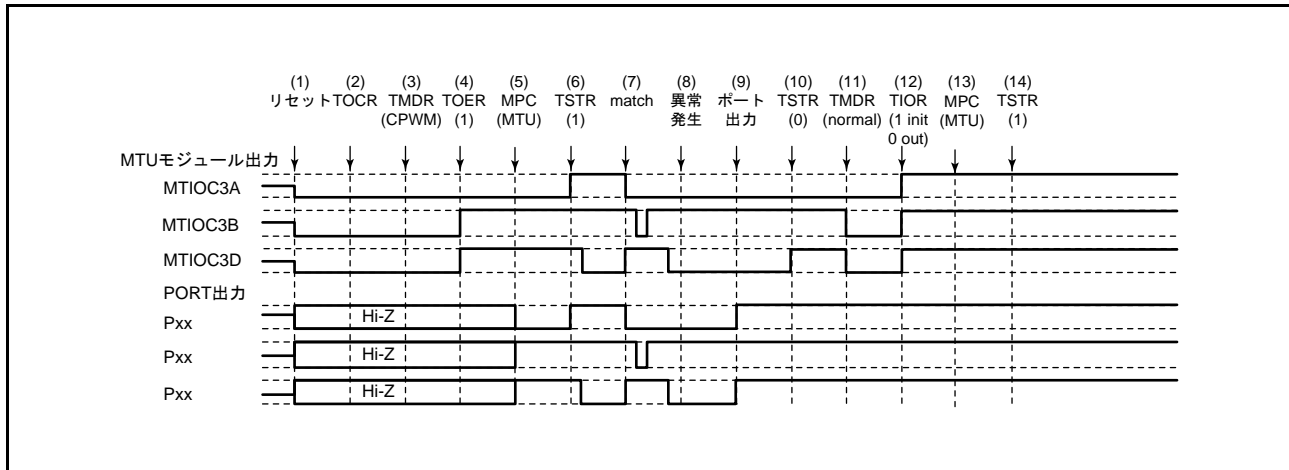

図 22.147 相補 PWM モードで異常が発生し、ノーマルモードで復帰する場合
相補 PWM モードで異常が発生し、再設定後ノーマルモードで再スタートする場合の説明図を図 22.147 に示します。
(1) ~ (10) は図 22.147 と共通です。
(11) PWM モード 1 を設定してください (MTU 出力は Low となります)。
(12) TIOR レジスタで端子を初期化してください。なお、PWM モード 1 では MTIOCnB (MTIOCnD) 端子に波形が出力されません。出力すべきレベルがある場合は、I/O ポートのポート方向レジスタ (PDR)、ポート出力データレジスタ (PODR) で汎用出力ポートの設定をしてください。
(13) MPC と I/O ポートのポートモードレジスタ (PMR) で MTU 出力としてください。
(14) TSTR レジスタで再スタートします。
(23) 相補 PWM モードで動作中に異常が発生し、相補 PWM モードで再スタートする場合の動作
(11) MPC と I/O ポートのポートモードレジスタ (PMR) で MTU 出力としてください。
(12) TSTR レジスタで再スタートします。
(13) コンペアマッチの発生により相補 PWM 波形を出力します。
(24) 相補 PWM モードで動作中に異常が発生し、相補 PWM モードで新たに再スタートする場合の動作
- (11) ノーマルモードを設定し新しい設定値を設定してください（MTU 出力は Low となります）。
- (12) TOER レジスタで MTU3、MTU4 の出力を禁止してください。
- (13) TOCR レジスタで相補 PWM モードの出力レベルと周期出力の許可 / 禁止を選択してください。
- (14) 相補 PWM モードを設定します。
- (15) TOER レジスタで MTU3、MTU4 の出力を許可してください。
- (16) MPC と I/O ポートのポートモードレジスタ（PMR）で MTU 出力としてください。
- (17) TSTR レジスタで再スタートします。
(25) 相補 PWM モードで動作中に異常が発生し、リセット同期 PWM モードで再スタートする場合の動作
(11) ノーマルモードを設定してください (MTU 出力は Low となります)。
(12) TOER レジスタで MTU3、MTU4 の出力を禁止してください。
(13) TOCR レジスタでリセット同期 PWM モードの出力レベルと周期出力の許可 / 禁止を選択してください。
(14) リセット同期 PWM モードを設定します。
(15) TOER レジスタで MTU3、MTU4 の出力を許可してください。
(16) MPC と I/O ポートのポートモードレジスタ (PMR) で MTU 出力としてください。
(17) TSTR レジスタで再スタートします。
(26) リセット同期 PWM モードで動作中に異常が発生し、ノーマルモードで再スタートする場合の動作